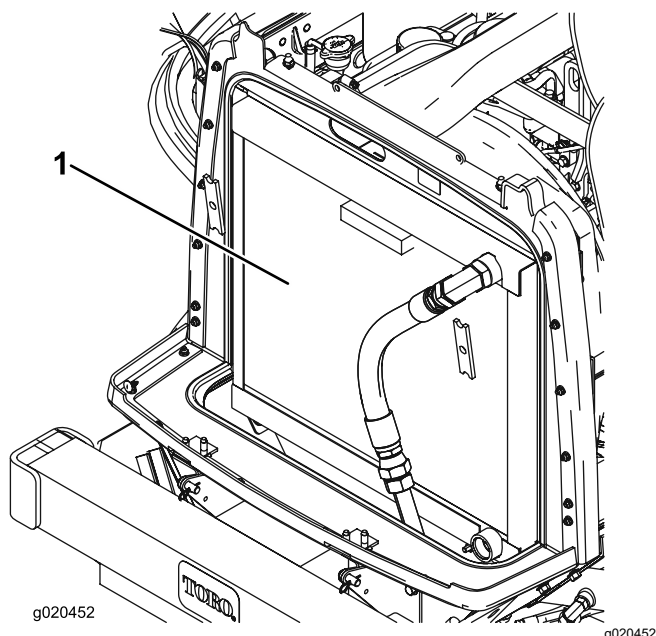

Figure 80
3. Nettoyez soigneusement les deux côtés du radiateur/refroidisseur à l'air comprimé (Figure 80).